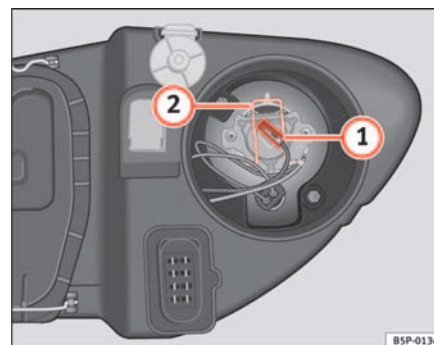

Abb. 178 Fernlicht
- Ziehen Sie den Stecker ⇒ Abb. 178 ① von der Lampe ab.
- Die Haltefeder ⇒ Abb. 178 ② durch Eindrücken und Rechtsdrehung abnehmen.